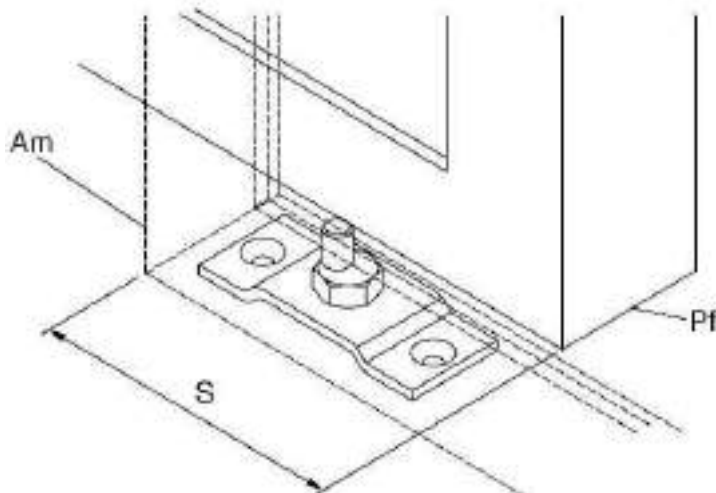

рис. 19
10. Напольная направляющая створки (рис. 19).